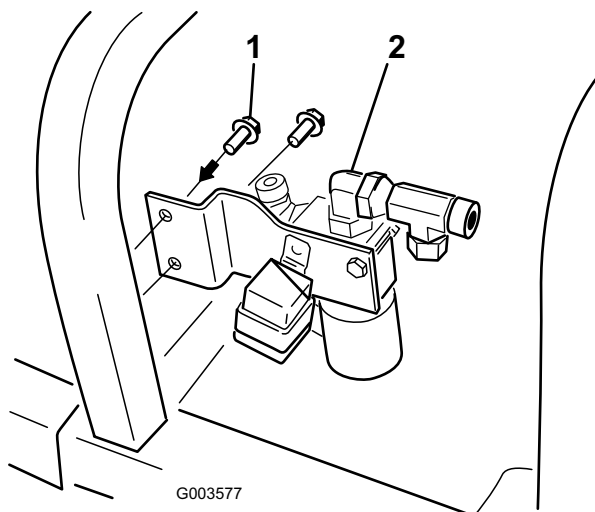

図 12
7. タッピング・ボルト (9/32 x 3/4 in) 2本を使って、バルブ・ブラケットをマシンのフレームに取り付ける（図 12）。